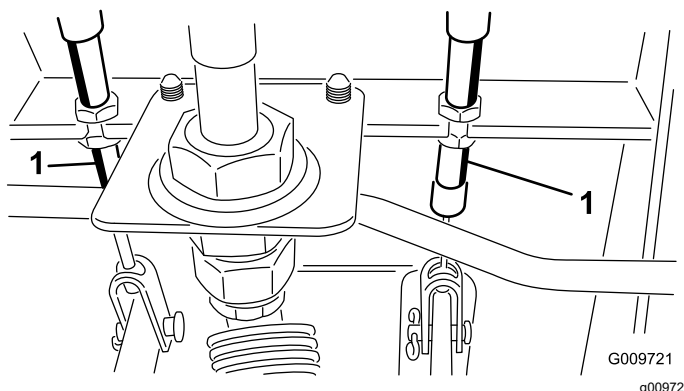

Figura 72
- A. Afloje la tuerca delantera del extremo roscado del cable de freno (Figura 72).